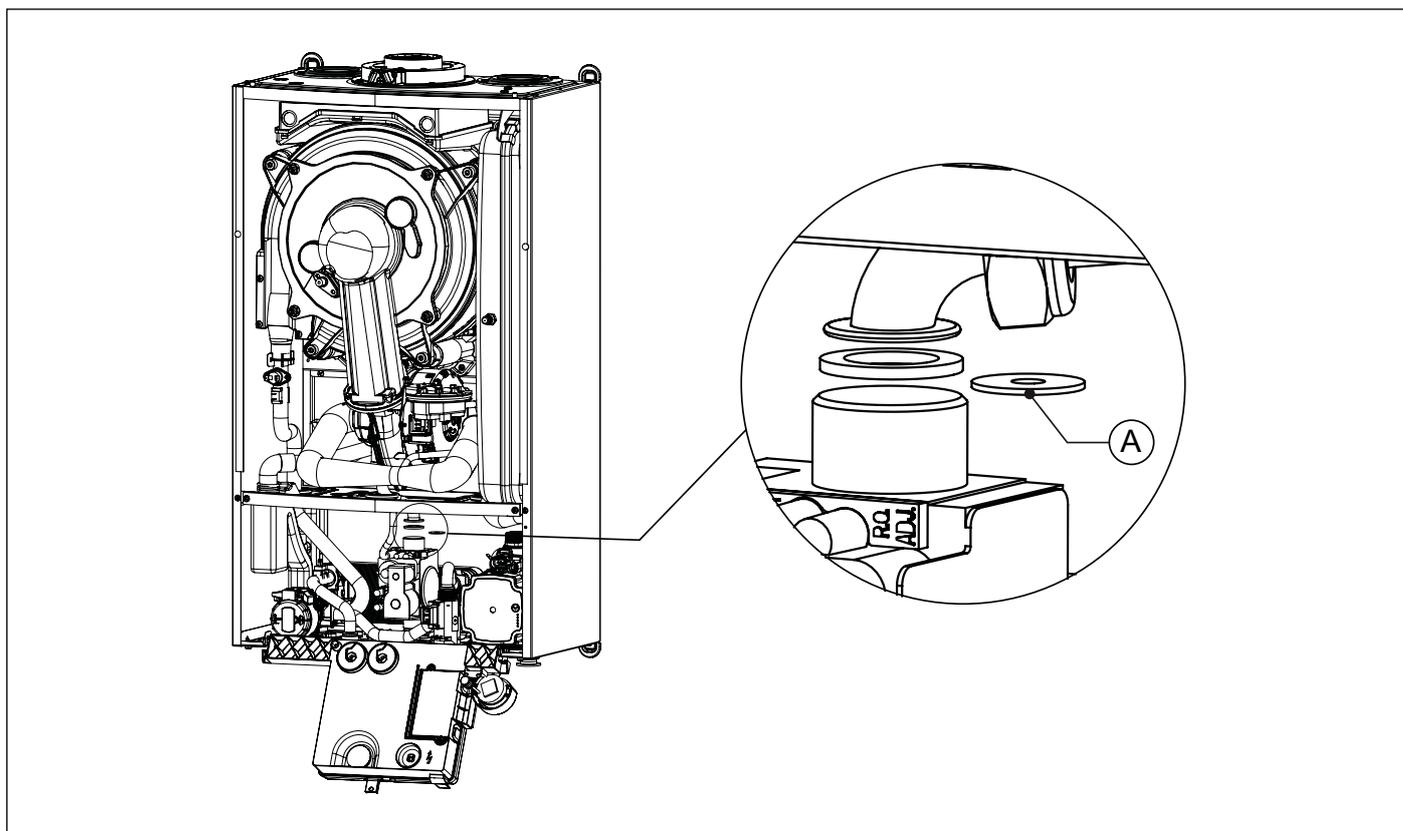

Fig. 25 Sostituzione diaframma gas
- Scollegare il tubo gas dalla valvola gas (vedi Fig. 25 Sostituzione diaframma gas).
- Sostituire il diaframma gas (A) con quello del nuovo tipo di gas (vedi Fig. 25 Sostituzione diaframma gas e Tab. 11 Diametro diaframmi gas (mm)).